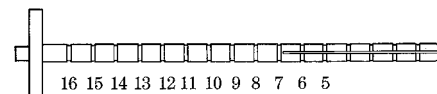

Fig. 4-11. Furlow insättningsverktyg
1. Använd Furlow-insättningsverktyget (se fig. 4-11) och Keith-kanylen för att underlätta inläggningen av cylindrarna i corpora cavernosa.